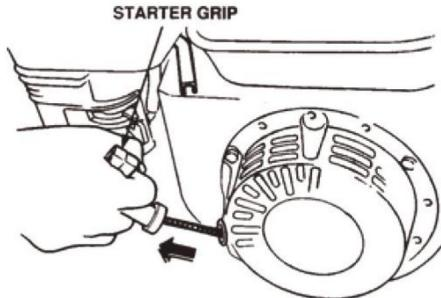

FIG.10
- 9.6 Pak de startgreep vast (FIG. 10) en trek deze langzaam naar buiten. Het verzet wordt het moeilijkst op een bepaalde positie, overeenkomend met de